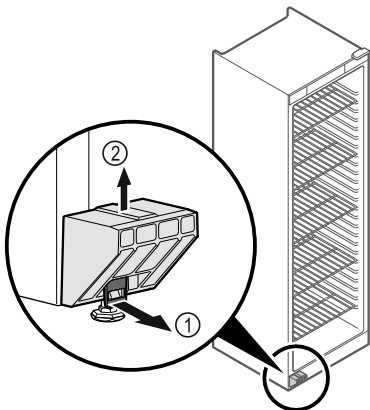

Fig. 1
- ▶ Издърпайте езичето Fig. 1 (1) напред.
- ▶ Изтеглете транспортната осигуровка Fig. 1 (2) нагоре.